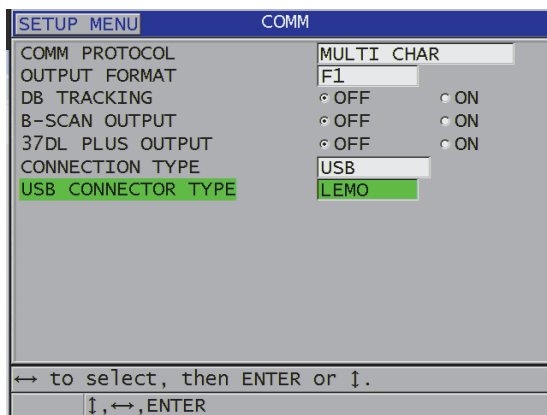

Figura 9-3 Modificación de los parámetros de comunicación
3. En la pantalla **COMANDO** (ver Figura 9-3 en la página 159):